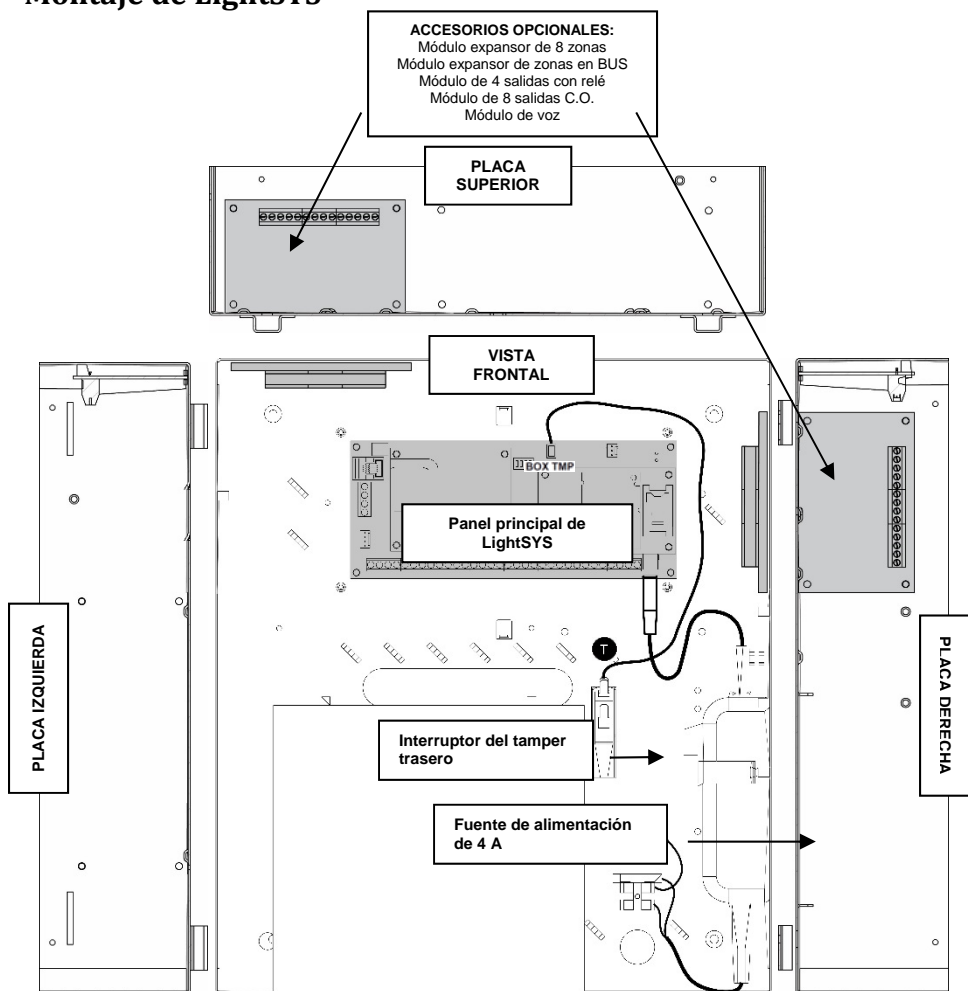

Figura 3
1. Instalar la placa de LightSYS tal como se indica arriba (Figura 3).